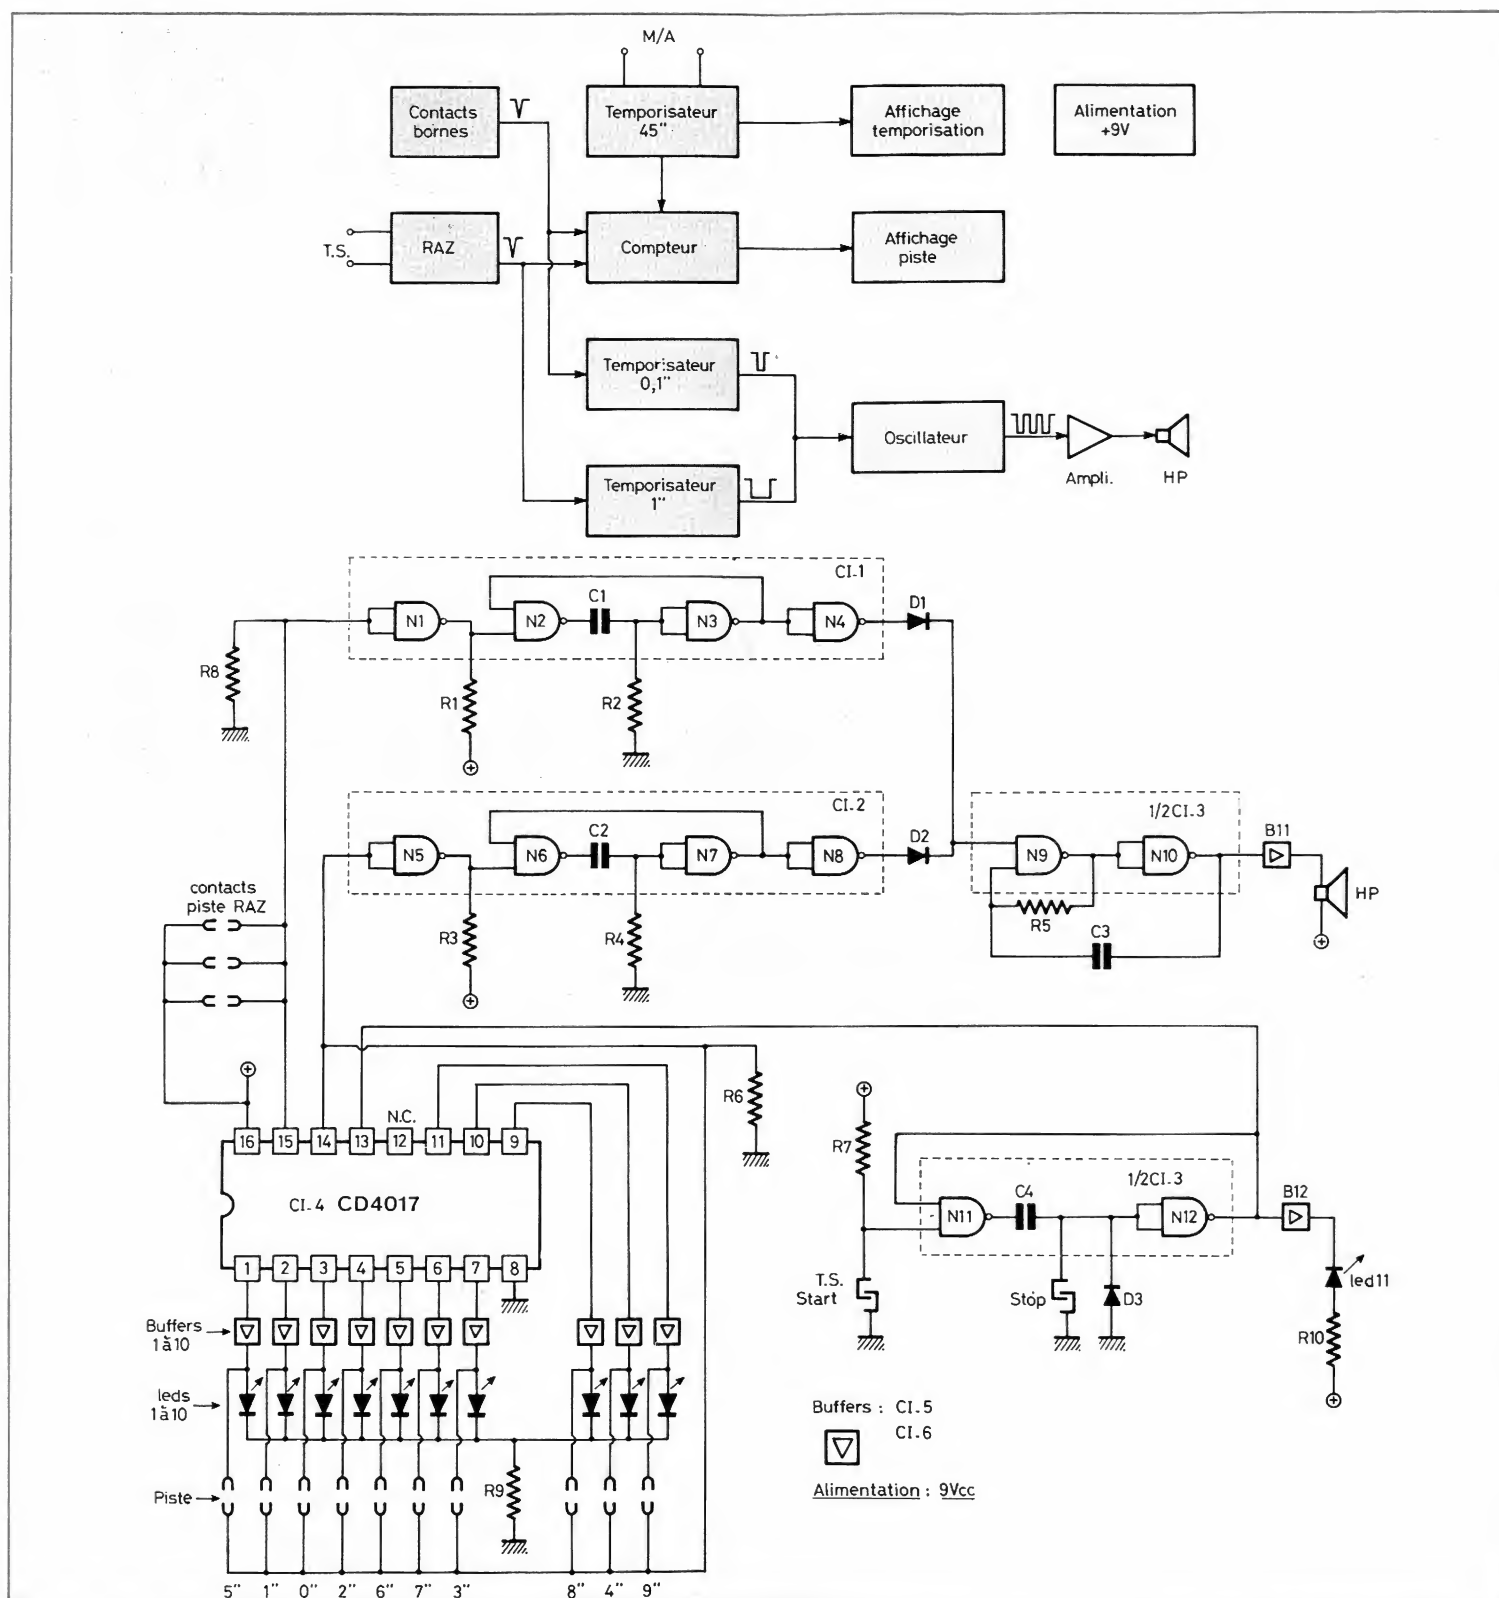

Fig. 1. et 2. – Le schéma synoptique permet de mieux se rendre compte du principe de l'ensemble. Le montage est essentiellement construit autour d'un CD 4017.
I. Principe de base (figure 1)